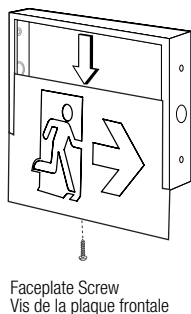

Fig. 2 Faceplate types
9. For "RUNNING MAN" units take out protective plastic on the fiber before installing (Fig. 2).
9. Enlever le plastique protecteur au dessus de la légende "RUNNING MAN" avant de l'installer. (Fig. 2).